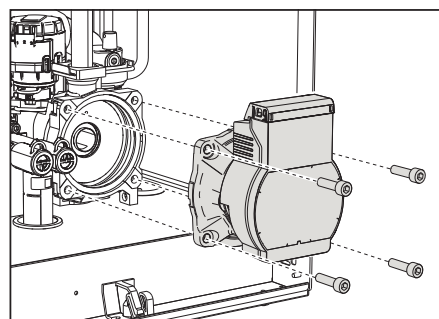

fig. 40
- Desatornille y extraiga el grupo motor del circulador (fig. 40).